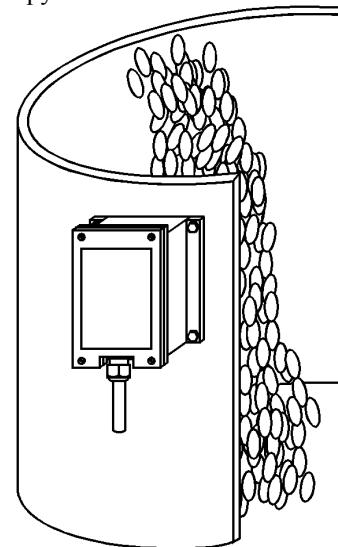

Рис. 6. Контроль движения потока продукта.
**Для контроля движения потока продукта** датчик устанавливается в подготовленные отверстия снаружи на продуктопровод, по которому перемещается поток сырья (рис. 6). Наличие внутри объекта движущегося материала приводит к изменению выходного сигнала РДД-02. Чувствительность датчика регулируется так, чтобы индикатор «Порог» устойчиво горел при наличии в материалопроводе потока продукта минимальной контролируемой плотности.